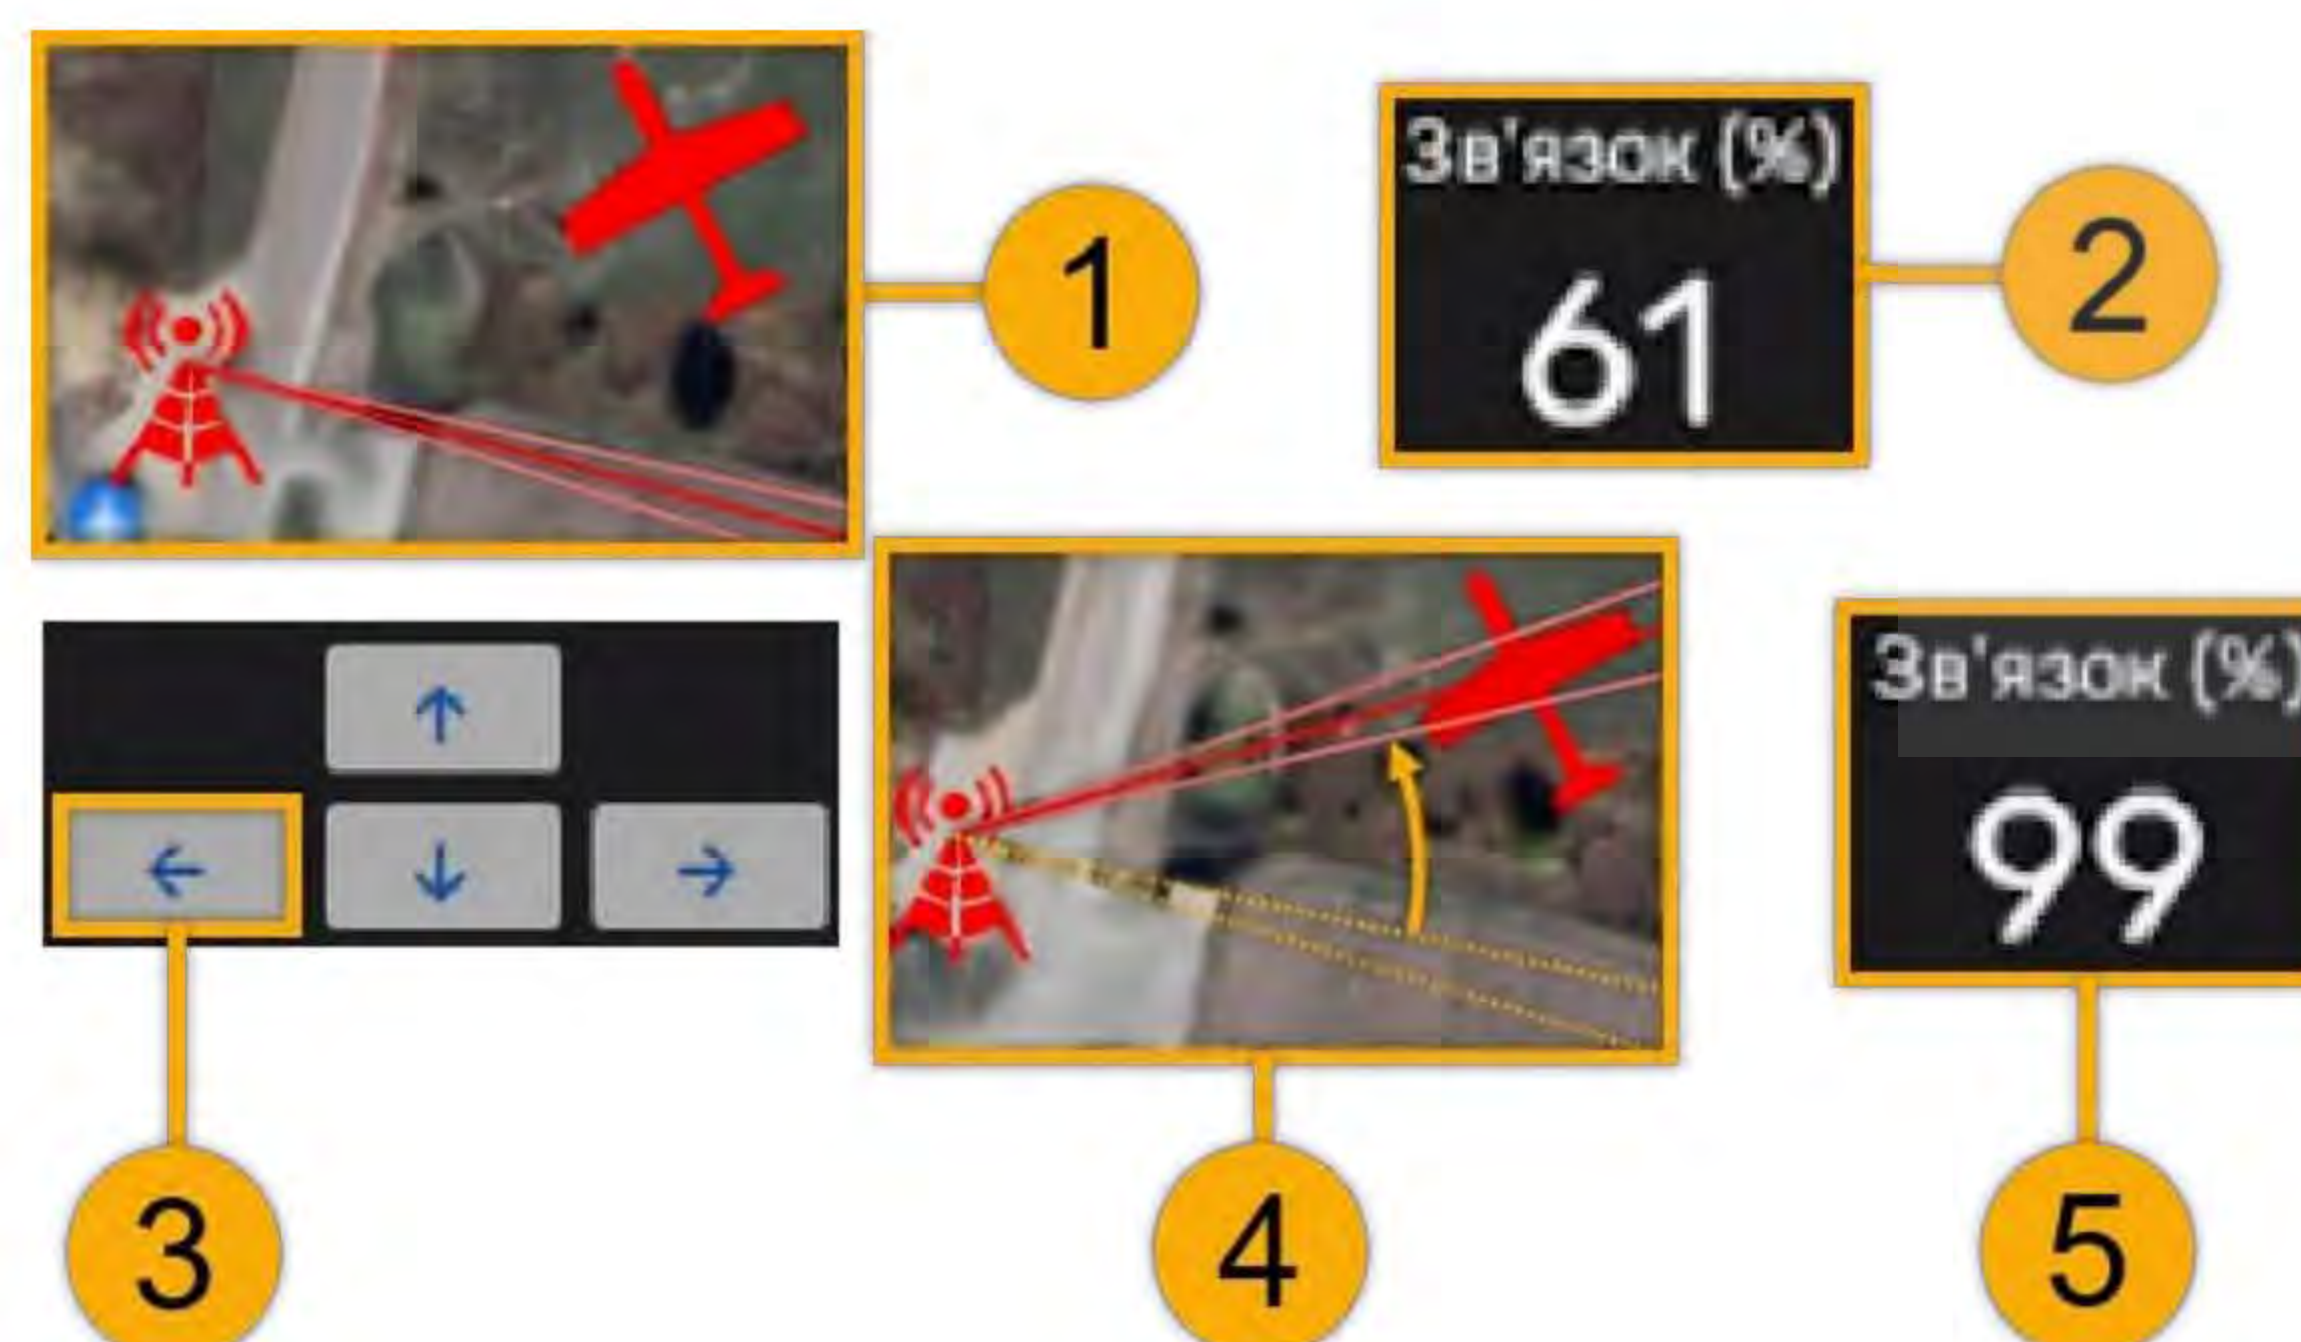

Рис. 19 Органы управления АО и показатели связи с БЛА
При переводе АО в ручной режим управления, АО прекратит отслеживание БпЛА (1) (Рис. 19). В зависимости от траектории полета БпЛА относительно направленности АО, БпЛА может вылететь за зону его эффективной работы, что, в свою очередь, приведет к ухудшению качества связи ПДП с БпЛА - показатель телеметрии начнет снижаться (2). Используя соответствующие органы управления АО (стрелочки или кнопки клавиатуры МСУ) (3), оператор БпЛА корректирует направленность АО (4), пристально следя за показателем телеметрии. Если корректировка направленности АО происходит в правильном направлении, значение показателя телеметрии начнет расти (5). Если значение показателя телеметрии начало снижаться - оператору БпЛА необходимо корректировать направленность АО в противоположном направлении.